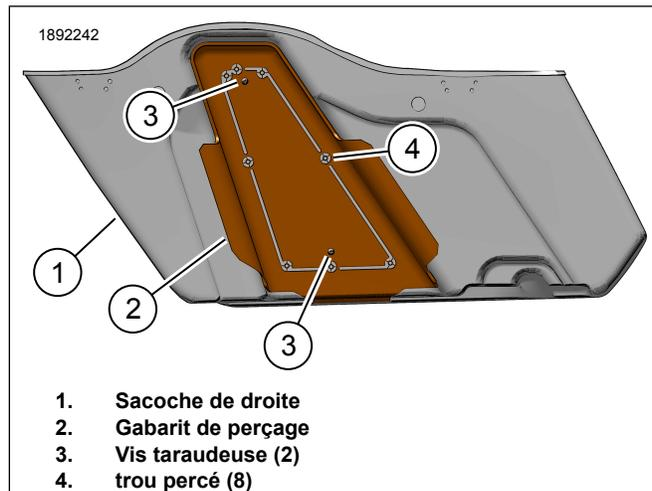

Figure 2. Gabarit de perçage de la sacoche de droite
1. Figure 2 Positionnez le gabarit de perçage sur la sacoche de droite.
- a. Couvrez toute la zone du gabarit de perçage (2) sur la sacoche de droite (1) avec du ruban-cache.
- b. Installez le gabarit de perçage (2).
- c. Protégez tout le périmètre du gabarit de perçage (2) avec du ruban-cache.
- d. Installez des vis taraudeuses (3) pour maintenir le gabarit de perçage (2).